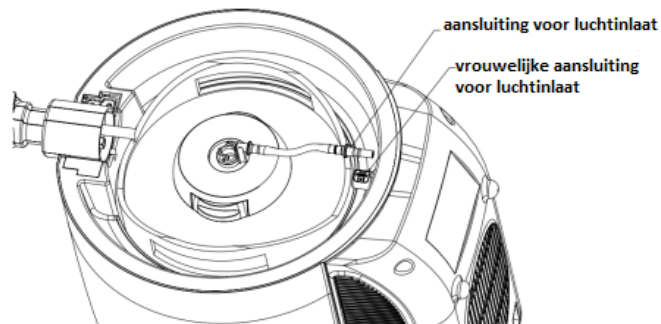

Figuur 13
2. Druk de aansluiting naar beneden aan het einde van de bierslang en draai gelijktijdig de aansluiting tegen de klok in uit de koppeling en trek de aansluiting eruit (zoals in figuur 13).